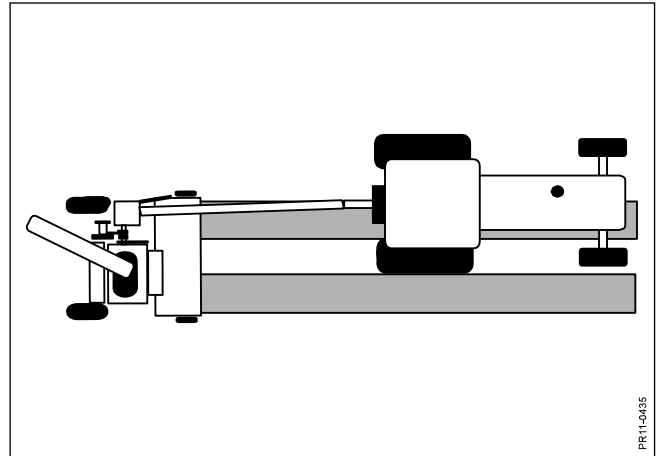

Fig. 5-8
- Fig. 5-8** 2) Snitteren arbejder nu semi-offset, idet traktoren kører med det ene hjulsæt mellem skårene. Denne teknik giver en lige træklinie, og er egnet til aflæsning til begge sider. Den paralleltkørende traktor kommer tættere på snitteren og har lettere ved placere vognen i forhold til afgrødestrålen.